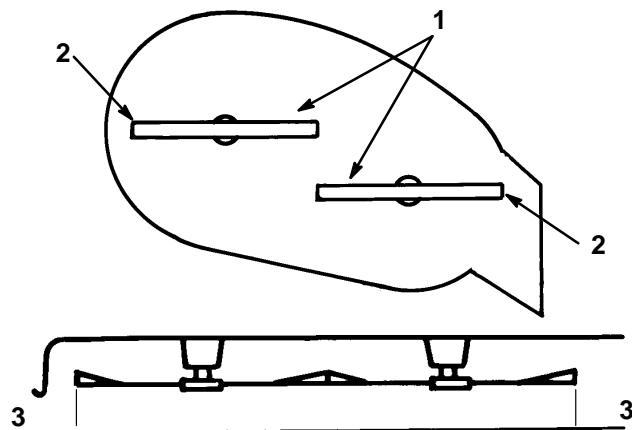

Figure 49
4. Tourner prudemment les lames dans le sens transversal (Fig. 49). Mesurer la hauteur des arêtes de coupe extérieures de chaque côté par rapport au sol plat (Fig. 49). Si les deux mesures diffèrent de plus de 5 mm (3/16"), l'horizontalité transversale doit être réglée comme expliqué aux points 5 et 6.